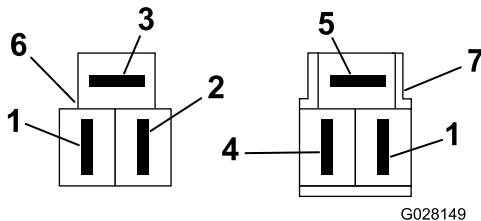

Figura 7
5. En el tabique del panel eléctrico, enchufe el conector de 3 pines del cable eléctrico del interruptor de presión en el conector correspondiente del arnés de cables principal de la máquina (Figura 4 y Figura 7).